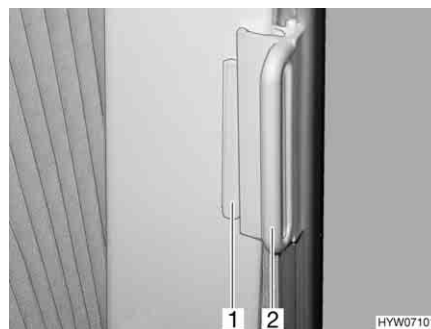

Fig. 111 Estor plegable, ventana de la cabina del conductor
- Coger los estores plegables por el tirador (Fig. 111,2) y cerrarlos cuidadosamente hasta que el cierre magnético lo mantenga en esta posición.
- Desplazar el tirador (Fig. 111,2) hasta la pieza sobrepuesta (Fig. 111,1). El estor plegable queda asegurado.